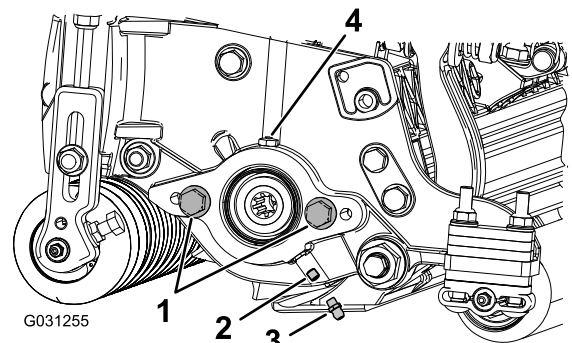

Bild 6
- Bringen Sie den geraden Schmiernippel an (Bild 6).
- Wenn die Seitenplatte des Spindelmotors keine Schrauben hat, bringen Sie diese an (Bild 6).
6. Fetten Sie die Seitenplatte ein, bis überschüssiges Fett aus der Fettöffnung austritt (Bild 6).